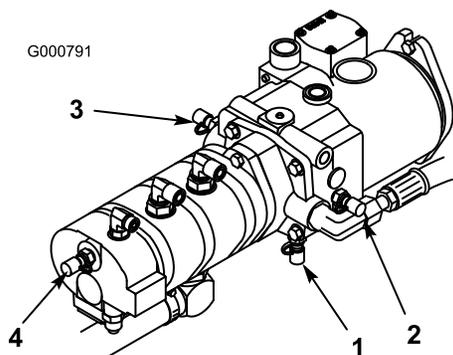

Figura 79
4. A porta de teste D encontra-se localizada no fundo da transmissão hidrostática (Figura 79) e é utilizada para medir a pressão de carga da transmissão.
5. A porta de teste E é utilizada para medir a pressão da tração em frente (Figura 79).
6. A porta de teste F é utilizada para medir a pressão da tracção em marcha-atrás (Figura 79).
7. A porta de teste G é utilizada para medir a pressão do circuito da direcção (Figura 79).